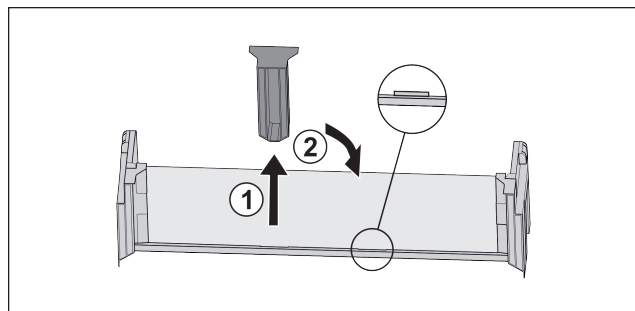

Fig. 30
- Снимите среднюю поддерживающую деталь Fig. 30 (1).
- Вставьте среднюю поддерживающую деталь во вторую позицию Fig. 30 (2).